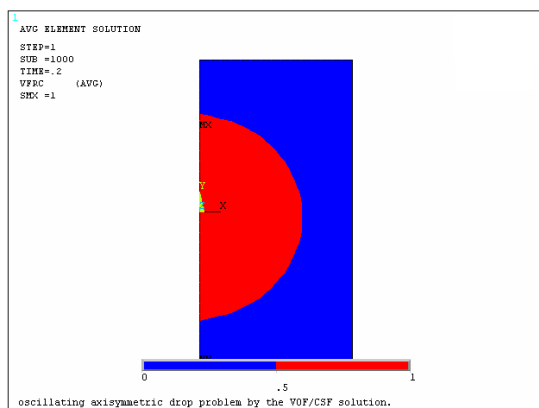

图 7-106 液滴和周围区域的容积率
②依次选择 Main Menu→General Postproc→Plot Results→Contour Plot→Volume Fraction, ANSYS 窗口将显示如图 7-106 所示的液滴和周围区域的容积率。